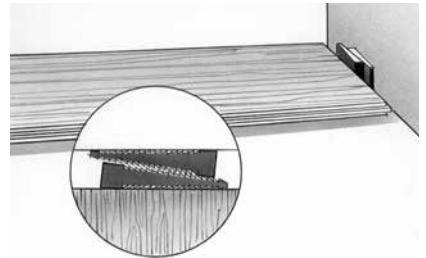

Fig. 4
5. Se pueden utilizar dos espaciadores cónicos como cuñas para la adaptación a paredes irregulares (Fig. 4).